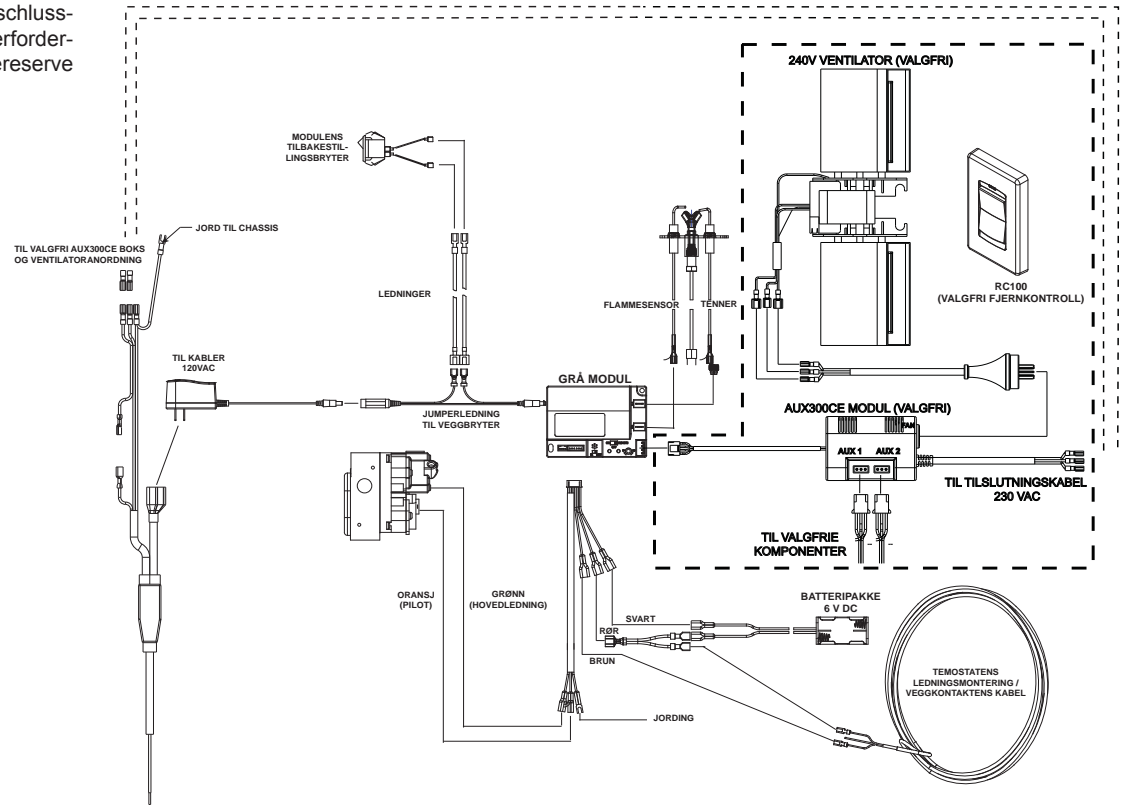

Abbildung 12.1 Schaltplan für IntelliFire Plus™ Pilotzündung (IPI) mit Wandschalter oder Thermostat
- Siehe Abbildung 12.1, Schaltplan für IntelliFire Plus™ Pilotzündung (IPI).